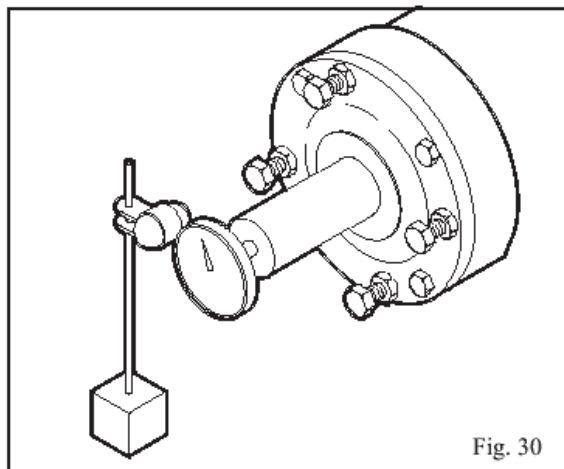

Fig. 30
2. 放上百分表，使它的按钮接触轴的端面或与联轴器的面相对（图 30）。